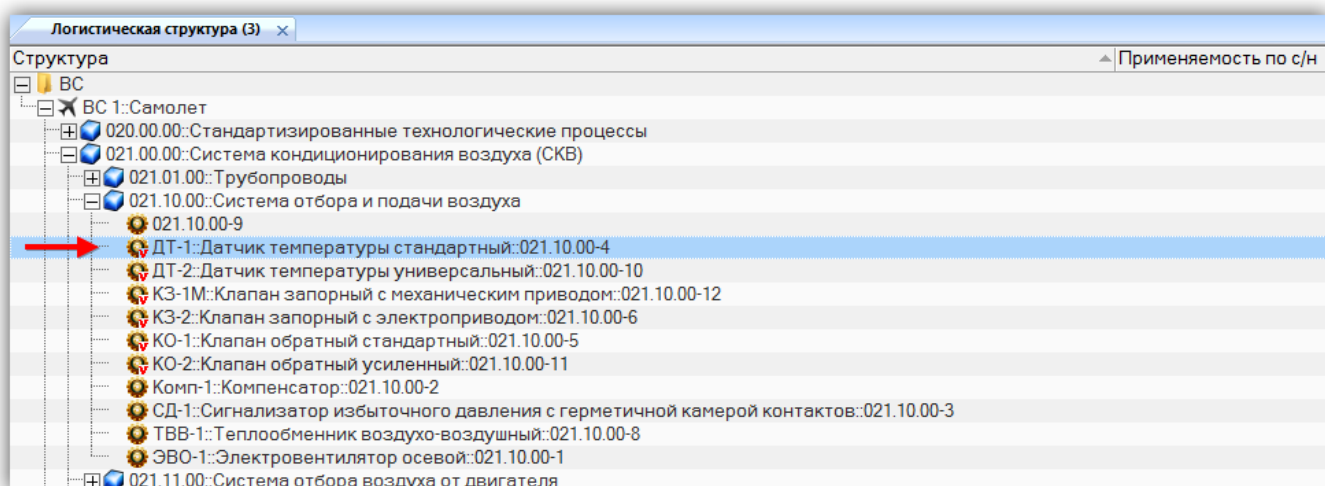

Рис. 10-231 – Выбрать элемент структуры изделия
- 2) В результате откроется окно «Настройка шаблона серийных номеров» (рис. 10-231).